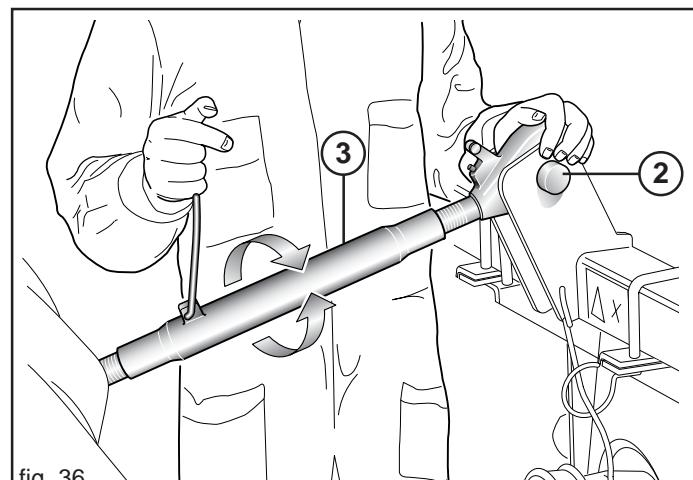

fig. 36
- 2) Cuplati al treilea punct superior (2, Fig. 36); stiftul trebuie blocat cu clema corespunzatoare; prin intermediul tirantului de reglare (3, Fig. 37) pozitionati utilajul perpendicular pe teren (Fig. 38).